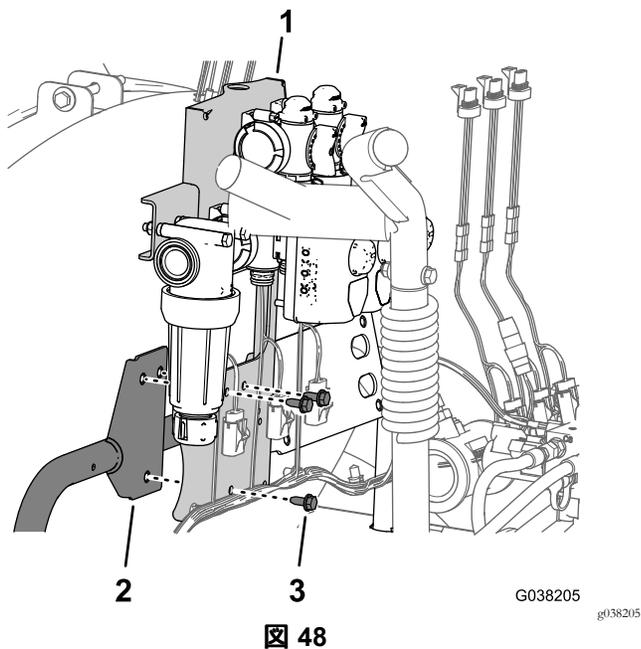

図 48
- 攪拌・レート・マスター散布マニホールドのブラケットについている3つの穴を、マウントに合わせる 図 48。
2. 攪拌・レート・マスター散布バルブ用ブラケットを、マウントに取り付ける 図 48 ステップ 1 機体から、攪拌・レート・マスター散布の各バルブを外す (ページ 15) で取り外したフランジヘッドボルト (5/16 x ¾ インチ) 3本を使用する。